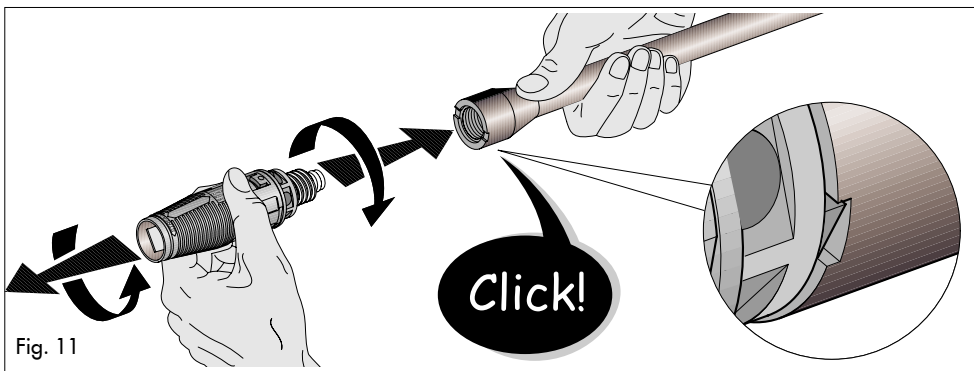

Fig. 11
1. Separate the nozzle from the wand (Fig. 11)
1. Retirez le gicleur de la lance (Fig. 11)